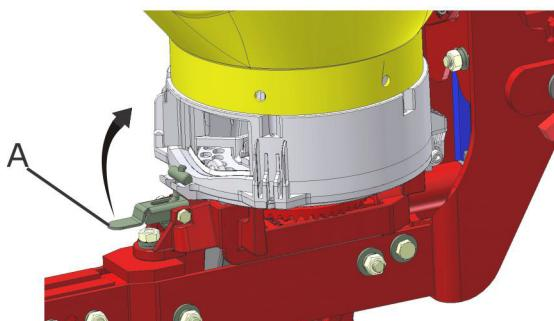
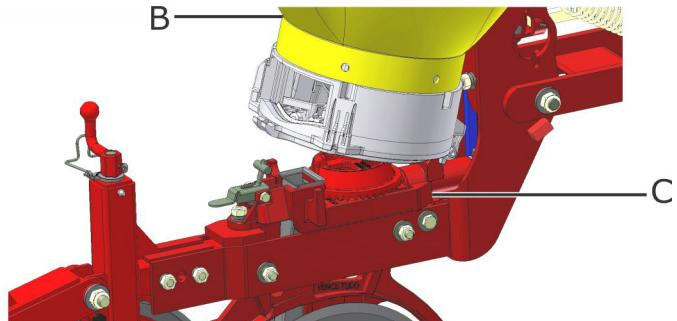

fig. 08
fig. 09
Para a retirada do dosador da linha, puxe a alavanca (A) (fig. 08), suspenda o reservatório (B) (fig. 09) desacoplando-o da base suporte TITANIUM (C).
Observe após a montagem da caixa de sementes, se os gatilhos raspadores (D) (fig. 08) estão livres.